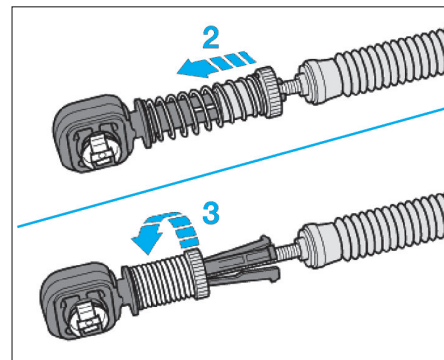
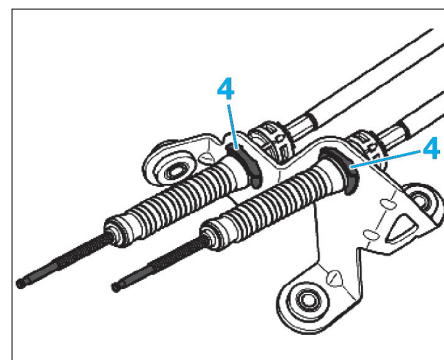
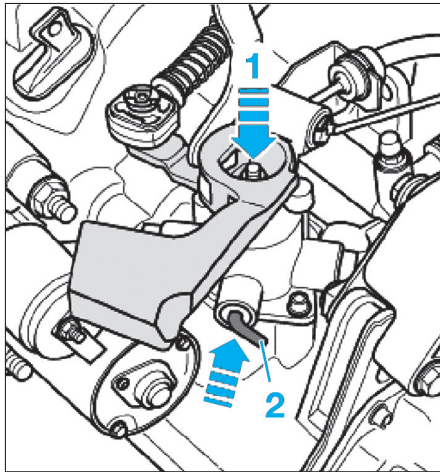

Fig. 13
Fig. 14
Fig. 16
- Repousser le mécanisme de sûreté des câbles vers l'avant jusqu'en butée (2) (Fig.13).
- Tourner le mécanisme de sûreté des câbles vers la droite (3) jusqu'à ce qu'il se verrouille.
- Déposer les segments d'arrêt (4) (Fig.14) et sortir les câbles.
- Bloquer l'arbre de commande comme suit (Fig.16) :
- enfoncer l'arbre dans le sens de la flèche (1),
- pousser la pignone (2) jusqu'à ce qu'elle s'enclenche dans l'arbre de commande.